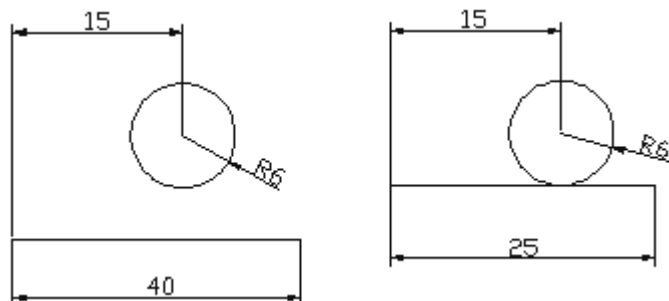

图 8-7 图形相切
**[相切]:** 用来约束一条直线和一个圆或弧, 或一个圆和一个弧, 或两个弧, 或两个圆, 使它们具有相切关系。在画草图时, 可以将它们画的不相切, 当使用本命令设置了两个图形的相切关系后, 它们就具有了相切关系。当图形所需的其他尺寸和约束都标注完毕后, 用 8.2.3【驱动图形】命令修改图形中的任何一个尺寸, 这两个图形将自动变为相切。如图 8-7 所示。选择此按钮后, 对话框关闭并在命令行提示:
点取要建立相切关系的两个实体(直线、圆或弧), 如图 8-7 中的圆与直线。